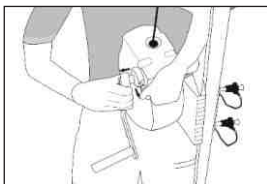

Fig. 6
- 1) Sjekk at fallsikringen er i fallsikringsstilling. Kabelen avspoles og spoles. Sveiven dreier ikke. Hvis dette ikke er tilfelle, må du dra i knappen på siden av rotasjonsaksen på sveiven og trekke inn aksen på denne helt til den grønne ringen forsvinner helt. Slipp alt, den grønne ringen skal forbli usynlig (fig. 6).